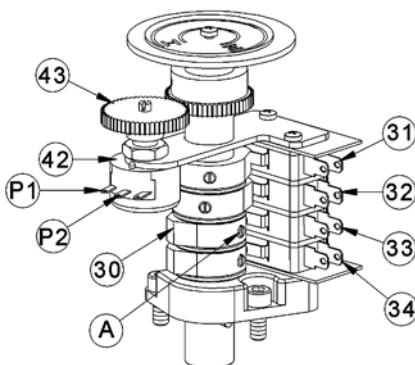
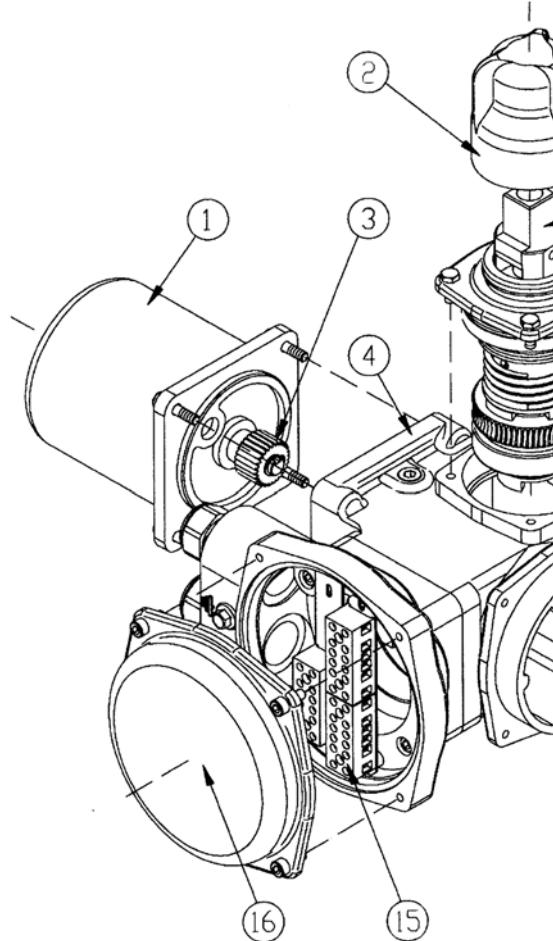
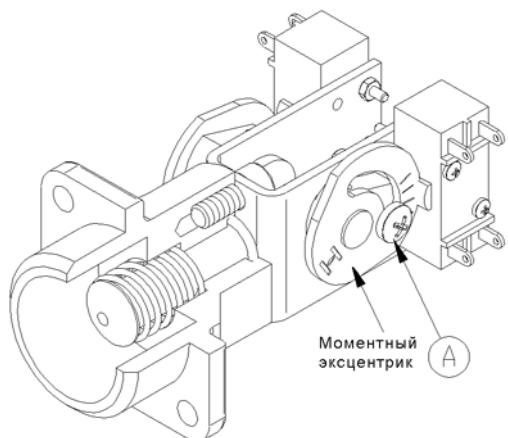

Рис.2 Индикатор положения затвора
Рис.1 Электропривод ГЗ-А.70
Рис.3 Ограничитель крутящего момента
Электродвигателя (1), червячного редуктора (9, 10), двухсторонней муфты ограничения крутящего момента (моментная муфта) (10, 11, 12), ограничителя хода выходного вала (14), индикатора положения затвора арматуры (13), рычага переключения режимов работы (6), выходного вала (7) и корпусных деталей (рис. 1).
Ограничитель хода выходного вала состоит из микровыключателей (31, 32, 33, 34), кулачков (30), размещенных на валу индикатора положения затвора (13), потенциометра (42) – (если он установлен), шестерни потенциометра (43), которая соединена с индикатором положения затвора (13) (рис. 1, рис. 2).
При ручном управлении вращение от рычага переключения режимов (6) (рис. 1) передается на выходной вал (7) электропривода. Один оборот рычага соответствует одному обороту выходного вала.
Ограничитель хода выходного вала (14) (рис. 1) непосредственно подсоединен через шестерню (5) к выходному валу. После надлежащей настройки ограничителя хода выходного вала индикатор положения затвора арматуры (13) соответствует определенным положениям затвора арматуры независимо от режима работы привода - ручного или электрического.
При достижении предварительно установленной величины крутящего момента в положении ЗАКРЫТО или ОТКРЫТО, либо в случае аварийного заклинивания штока затвора арматуры в промежуточном положении, выходной вал с червячным колесом останавливается, а червячный вал (10), ввинчиваясь в венец червячного колеса (9), вследствие продолжающегося вращения ротора электродвигателя, начинает перемещаться в осевом направлении, сжимая тарельчатые пружины (11) (рис. 1). Величина сжатия тарельчатых пружин определена необходимым усилием уплотнения затвора арматуры и устанавливается при настройке электропривода.
Поступательное движение червячного вала приводит к перемещению вала ограничителя крутящего момента (12) (рис. 1). Вал ограничителя крутящего момента (рис. 3) поворачивает моментные эксцентрики, нажимая кнопки муфтовых микровыключателей, размыкает цепь управления питанием двигателя электропривода.